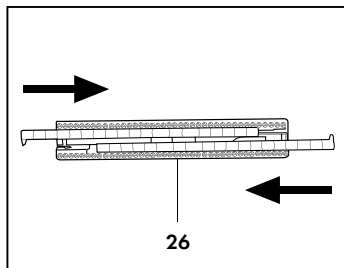

Fig. 15
Para el montaje del armazón con cerdas para moquetas y alfombras (26), introducir en las guías específicas los cepillos rígidos con las lengüetas hacia el interior (Fig. 15).